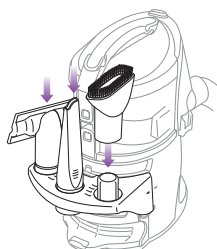

Fig. 4
- 3 Insérez le suceur plat, la brosse d'époussetage, la brosse à tissu ou la brosse rotative dans les ouvertures du porte-accessoires. (fig. 4)